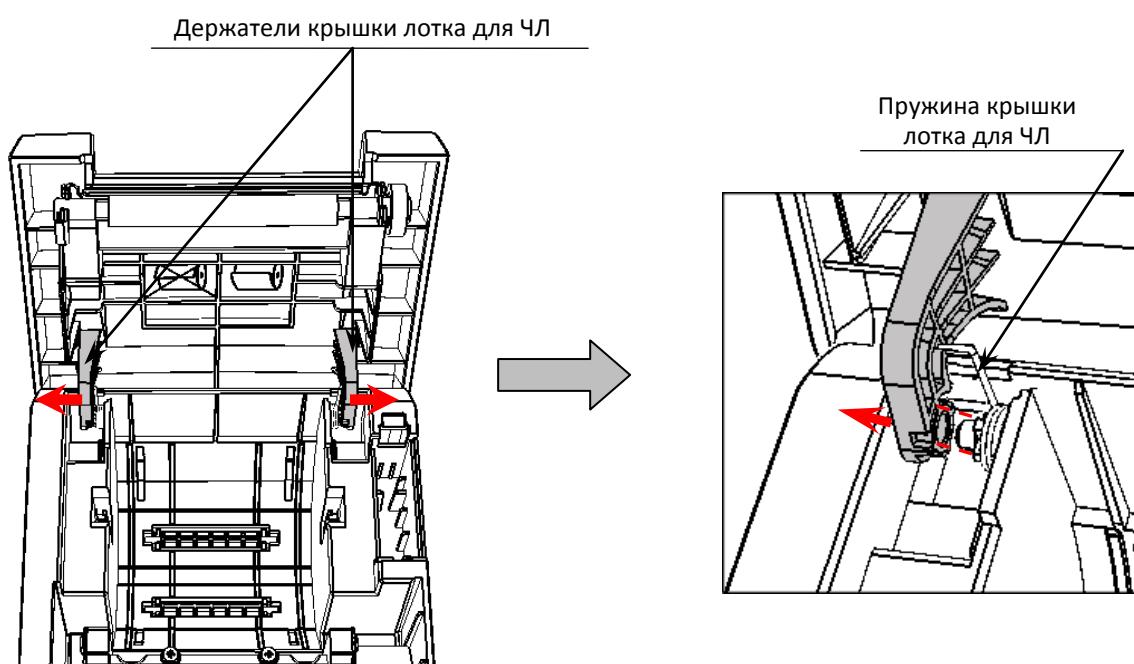

Рисунок 5. Направление приложения усилий при снятии крышки лотка для ЧЛ
- 9.6. Установить левую и правую пружины крышки лотка для ЧЛ (смотрите пункт 6.1 рисунок 5).